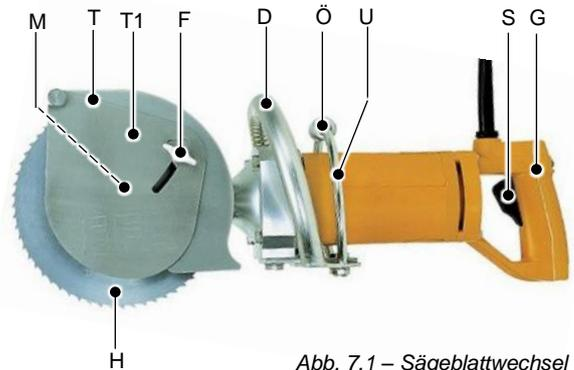

Abb. 7.1 – Sägeblattwechsel
Flügelmutter (F) ausschrauben und Tiefenanschlag (T1) abnehmen, s. Abb. 7.1.